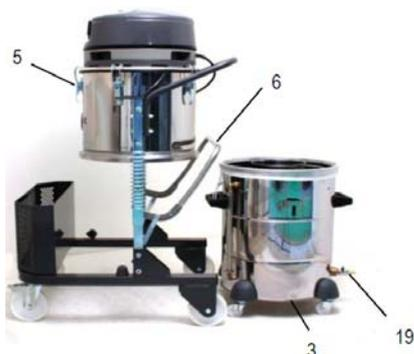

Abb. 9: Behälter entleeren
Schritt 2: Stellen Sie sicher, dass die Haken (Abb.9, 5) verriegelt sind.
Schritt 3: Heben Sie den Hebel (Abb.9,6) an. Dadurch wird der Behälter (Abb.9,3) aus seiner Position gehoben.
Schritt 6: Entleeren Sie den Schmutzbehälter (Abb.9,3) durch den Ablasshahn (Abb.10,19).